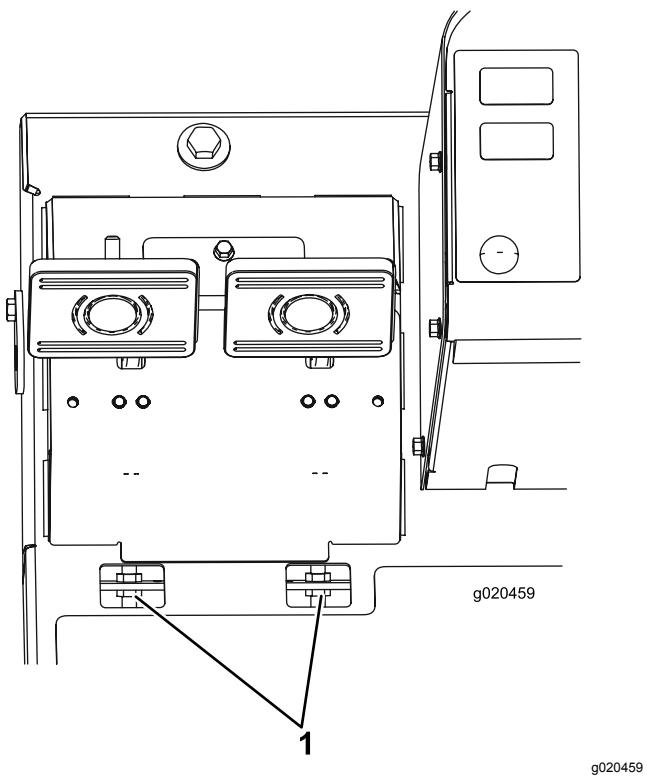

Figura 97
- B. Desaperte a porca dianteira na extremidade roscada do cabo do travão (Figura 97).